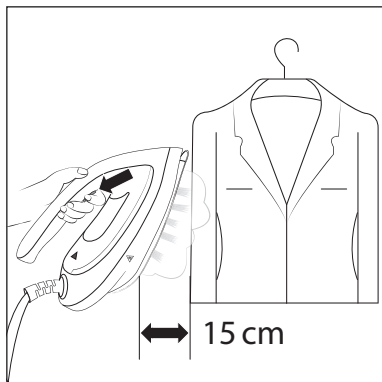

Fig. 6
- 3) Prima o botão de jato de vapor **2** (ver fig. 6) e vaporize uniformemente as zonas da peça de vestuário que deseja alisar.